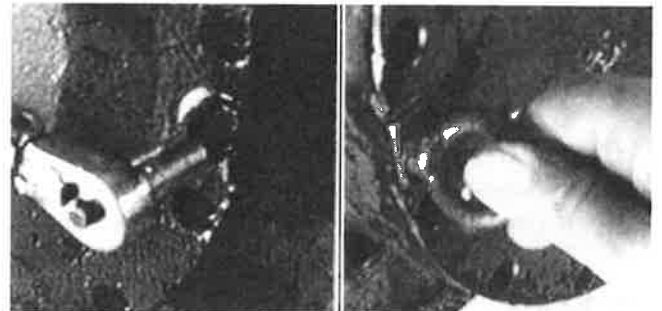

Fig. 8-6
8. Verwijder de twee bouten uit de gehoonde zones en breng de M10-1,5 x 30 mm hijsogen aan in deze boringen. Zie fig. 8-6.